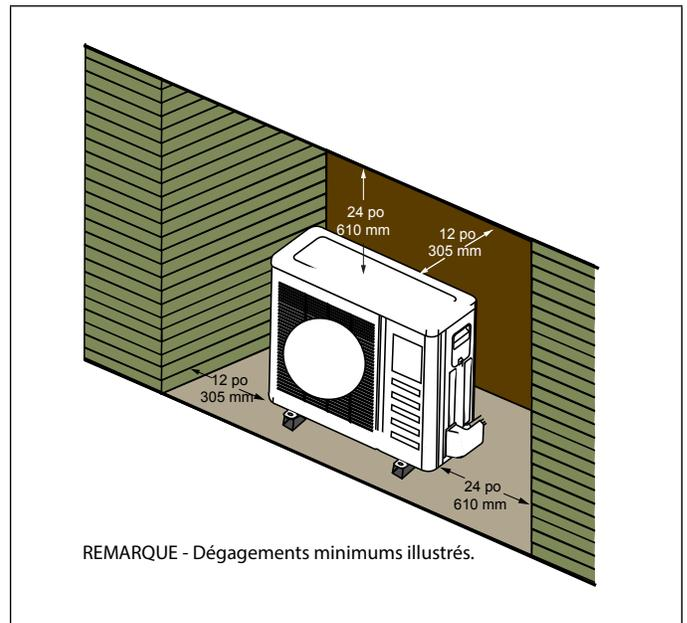

Figure 12. Unité installée dans une alcôve
- L'unité extérieure peut être installée dans une alcôve ou sous l'avancée d'un toit comme illustré à la « Figure 12. Unité installée dans une alcôve ».